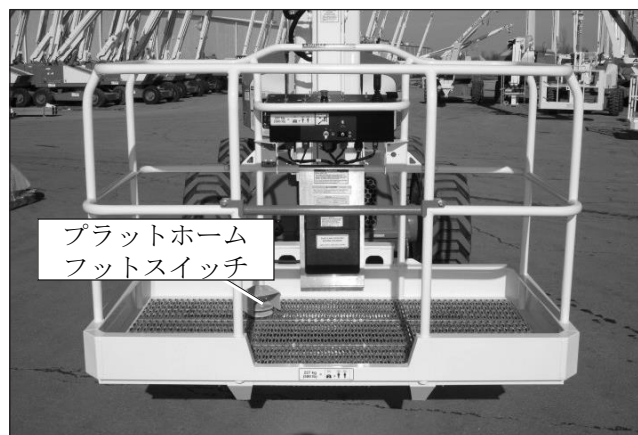

図 10.4 - プラットホームフットスイッチ
3. プラットホームフットスイッチ（図 10.4 を参照）を踏み込みます。